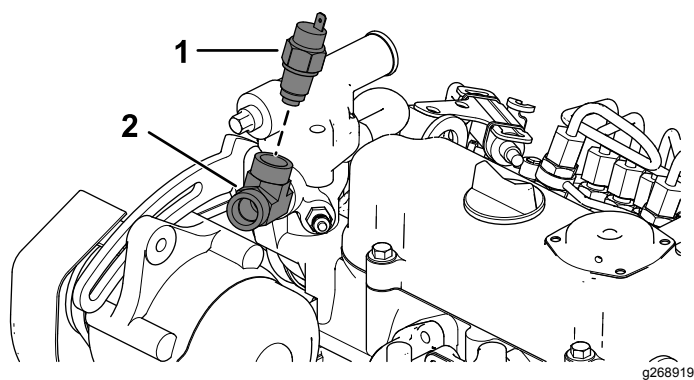

Figura 15
- B. Montate un raccordo a T (**Figura 15**).
C. Montate il microinterruttore della temperatura (**Figura 15**).